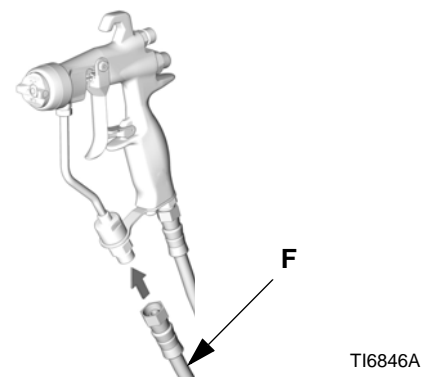

FIG. 4
2. Conecte la manguera de fluido (F) a la entrada de fluido de la pistola. Vea FIG. 4. Si lo desea, para mejorar la maniobrabilidad, instale un conector giratorio de fluido (115898) en la entrada de la pistola. Vea Accesorios, página 33.